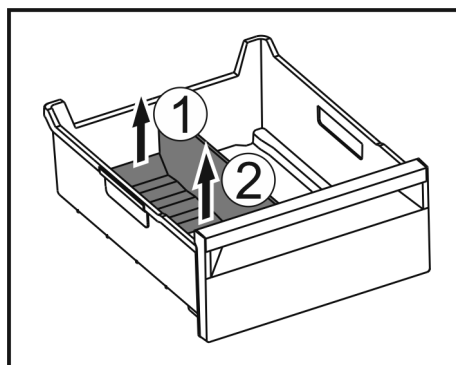

Fig. 140
- ▶ 提升冰格分隔器后部。 Fig. 140 (1)
- ▶ 向上取出冰格分隔器。 Fig. 140 (2)